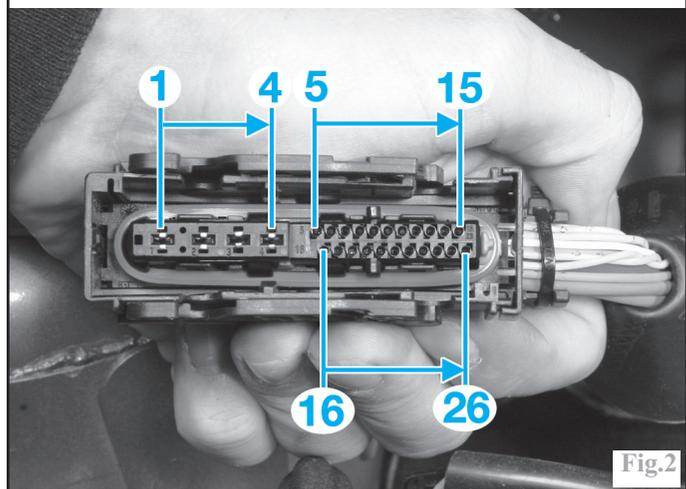

Fig.2
Sans **ESP**, il possède un connecteur à **26** voies (repérées de **1** à **26**) (Fig.2). Il empêche le blocage des roues et répartit la pression de freinage entre les roues avant et arrière en fonction des différentes informations qu'il reçoit, principalement des capteurs de vitesse de roues.
**Affectation des bornes du connecteur du calculateur ABS sans ESP (Fig.2)**